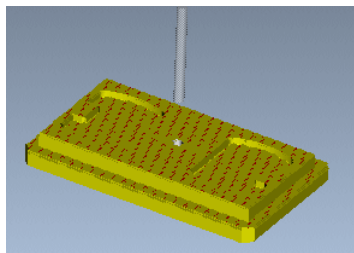

图 10.4.46 “NC 检查”动态仿真
Step1. 在“钻孔”操控板中，单击 按钮，系统弹出“VERICUT 7.1.5 by CGTech”窗口，单击 按钮，运行结果如图 10.4.46 所示。